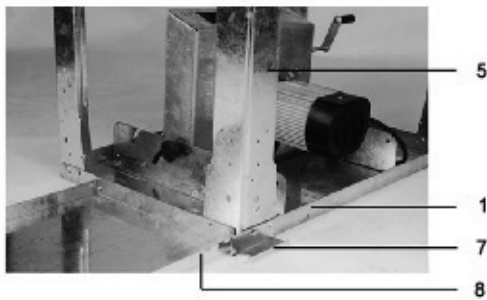

Fig. 5
- Prenez cinq vis à six pans M6x16, cinq rondelles M6 et cinq écrous M6 et montez la pièce 5, la pièce 7 et la pièce 8 sur la pièce principale 1. Ne serrez pas les vis trop fort (voir fig. 5).